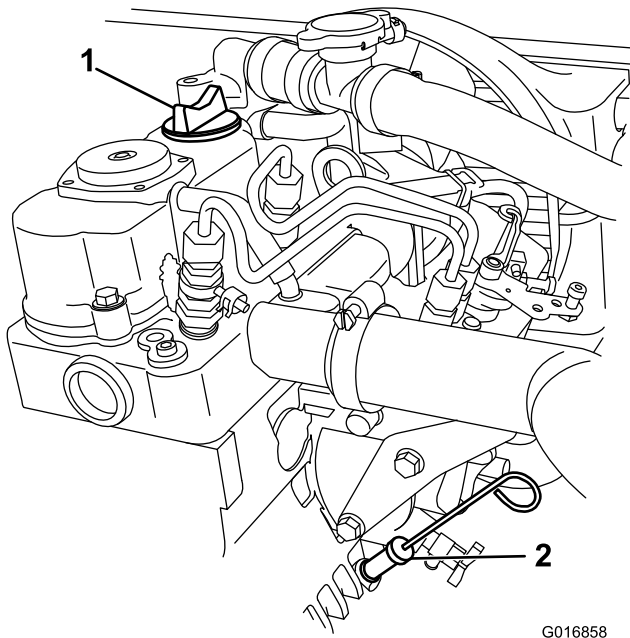

Figura 16
3. Utilize um pano para limpar a zona em redor da vareta de óleo (Figura 16), para evitar que entre sujidade no orifício da vareta e possíveis danos no motor.
5. Volte a colocar a vareta completamente no tubo da vareta (Figura 16).
6. Retire a vareta do óleo e verifique a extremidade (Figura 16).
7. Insira a vareta do óleo e coloque-a com firmeza (Figura 16).